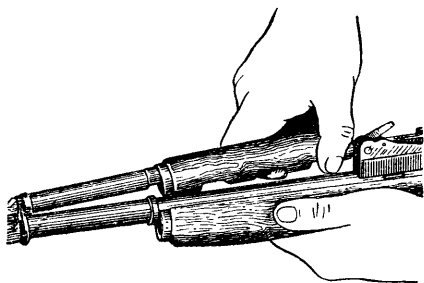

Рис. 10. Отделение газовой трубки со ствольной накладкой
7) **Отделить газовую трубку со ствольной накладкой** (рис. 10). Удерживая карабин левой рукой за цевье, правой повернуть флажок замыкателя газовой трубки вверх так, чтобы ее ограничитель уперся в верхнюю кромку паза. Взять пальцами правой руки